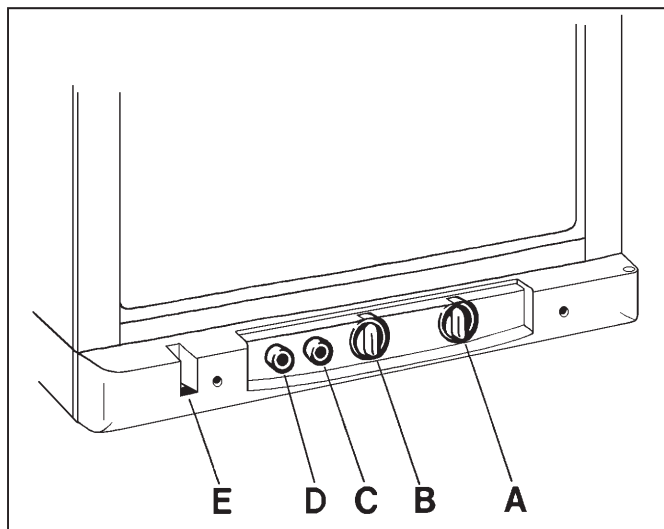

FIG. 1
Kjøleskapet kan drives enten med 230 V eller propan. Omkoblingen mellom disse skjer ved hjelp av kontroller, som er plassert som vist i fig. 1.
Alle henvisninger gjelder til fig 1.
Alle henvisninger gjelder til fig.1. Etter at kjøleskapet har startet, vil det gå noen timer før det blir kaldt. Kjøleskapet er termostatregulert og termostatrattet (B) stilles normalt inn på 3-5. Hvis det ønskes høyere kjøleeffekt, stilles termostaten inn på en høyere verdi.